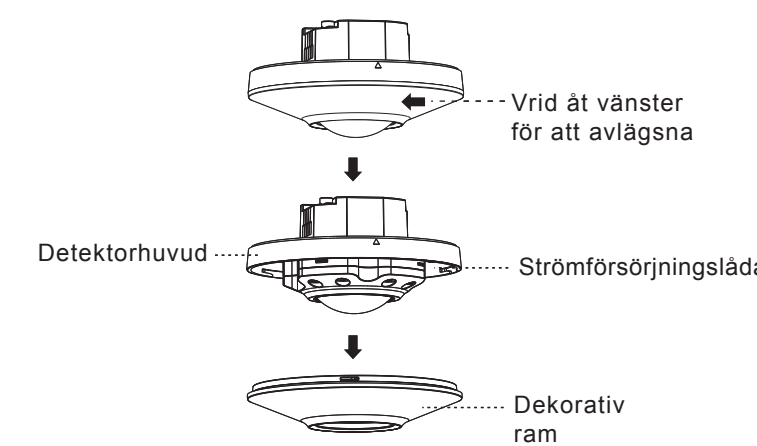

FIG. 6
- 3.4.1.1 Avlägsna den dekorativa ramen från detektorn (se fig. 6).
- 3.4.1.4 Fixera den dekorativa ramen (se fig. 6).